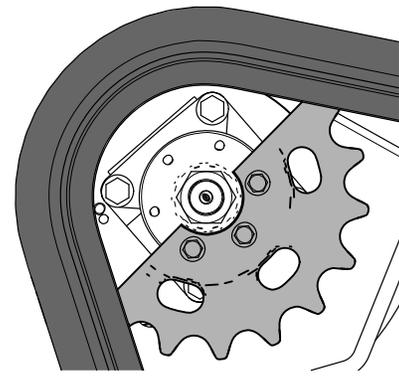

Figura 63
11. Mueva el control de tracción hacia adelante hasta que la otra mitad del piñón de arrastre no esté engranada con la oruga (Figura 63).